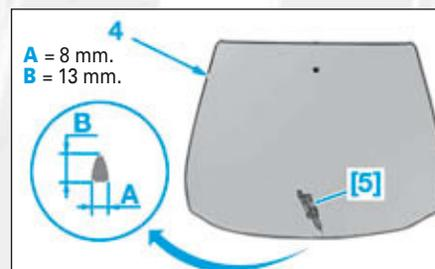

FIG.5
- [5]. Pistolet électrique bicomposant (réf: P.R 9799, F4) (Fig.5).
- Découper l'embout de la buse au Ø (A) = 8 mm sur une hauteur de (B) = 13 mm (Fig.5).